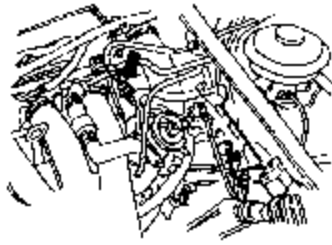

图 2-10 拆下油门拉索
(10) 取下节气门拉索滑轮和支座处的节气门拉索，如图 2-10 所示。